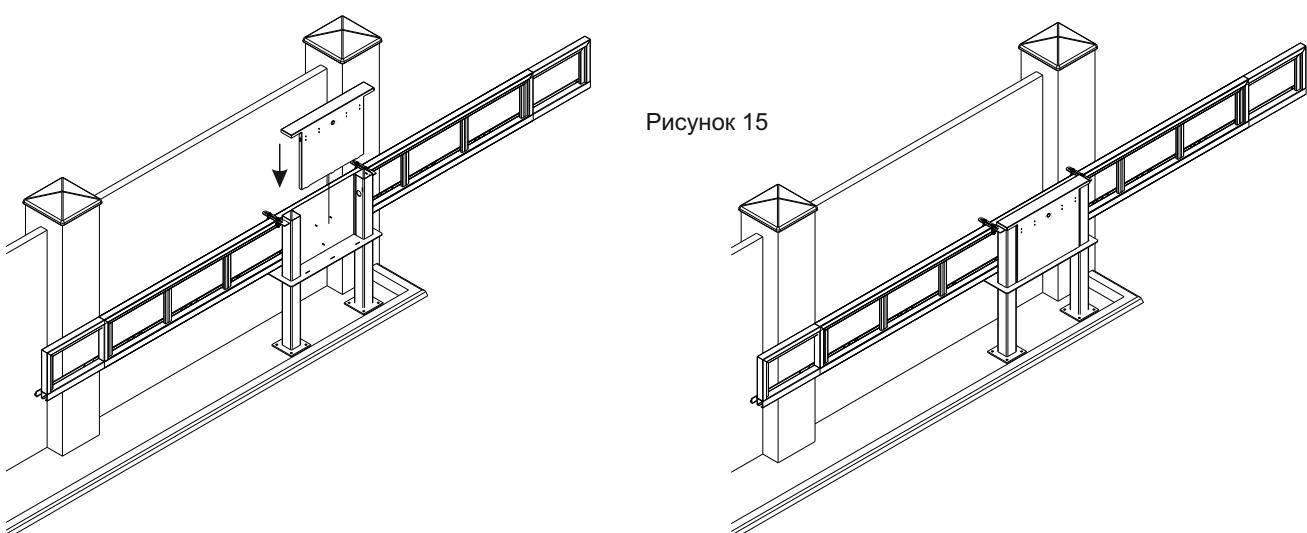

Рисунок 15
4.17. Закрыть крышку (Рисунок 15).